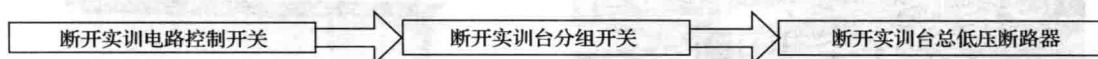

图 0—4 电工实训室配电控制台
4. 接好电路后，先认真自查，再由老师复查，确认无误后，方可送电（图0—4）。未经老师检查和允许，切不可擅自合闸送电。